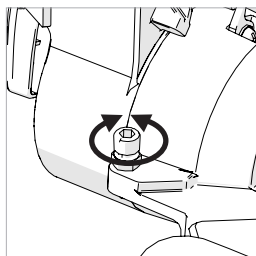

Fig. 25
- Use una llave Allen para ajustar el tornillo de ajuste hacia dentro o fuera según se requiera. (**Fig. 25**)